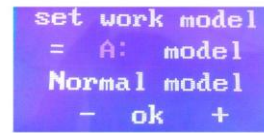

Fig 7
- Press  button enter Fig 7 status, press  or  choose model (A 、 B 、 AUTO),